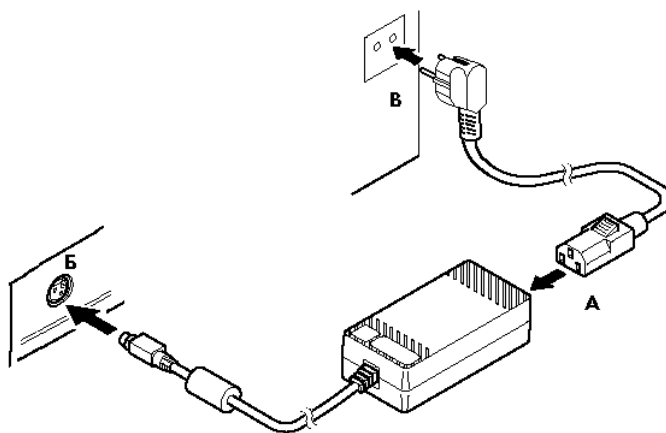

Рисунок 5 Подключение кабелей питания
1. Подсоедините вилку кабеля питания к адаптеру (см. Рис. 5, позиция А);
2. Вставьте вилку кабеля адаптера в разъём под кабель питания на панели разъемов (см. Рис. 5, позиция Б);
3. Вставьте вилку в розетку (см. Рис. 5, позиция В).